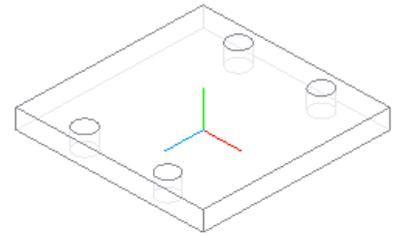

Рис. 7.26
2. Для создания остальных трех отверстий воспользуемся командой  **Массив по сетке** с параметрами: **Количество по первой оси – 2, Шаг – 40; Количество по второй оси – 2, Шаг – 74; Угол раствора – (-90°)** (рис. 7.26).